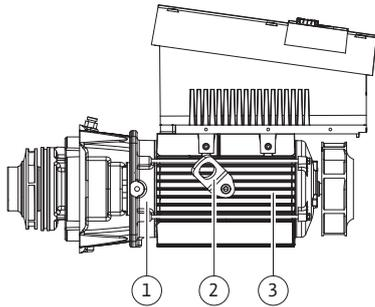

Fig. 13: Juego de introducción
Desde el punto de vista del montaje, el rodete (Fig. 6, pos. 6) y la linterna (Fig. 6, pos. 7) forman parte del juego de introducción (Fig. 13).
Para hacerlo, se retiran las argollas de transporte (Fig. 13, pos. 2) de la brida del motor (Fig. 13, pos. 1), se colocan en la carcasa del motor y se vuelven a fijar con los mismos tornillos a dicha carcasa (Fig. 13, pos. 3).